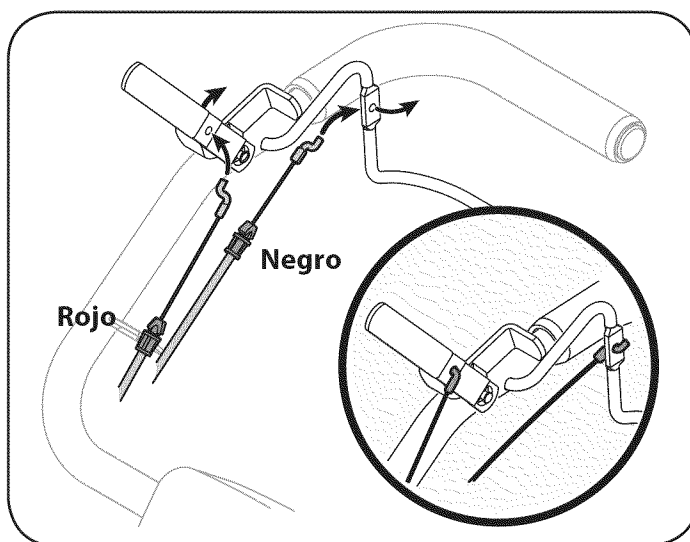

Figura 2
2. Conecte el cable de marcha atrás (Rojo) al control del cable de marcha atrás pasando el gancho en Z por el orificio del control del cable de marcha atrás de adentro hacia afuera. Vea la Figura 2.
3. Conecte el cable de transmisión directa (Negro) al gancho del embrague pasando el gancho en Z por el orificio del gancho de afuera hacia adentro. Vea la Figura 2.